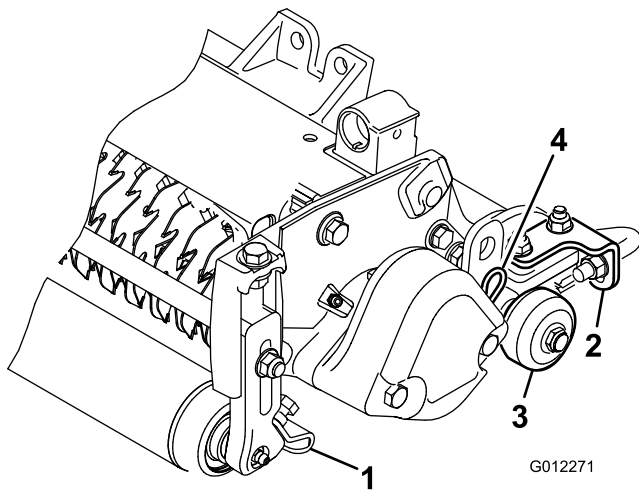

Bild 6
1. Lösen Sie die Bundmuttern, mit denen die Rollenabstreifer befestigt sind (Bild 6).
Bevor Sie den Vertikutierer auf den Werkstattboden absenken oder von der Zugmaschine entladen, senken Sie die Transportrollen (Bild 6) ab, damit die Messer nicht mit der befestigten Oberfläche in Berührung kommen.